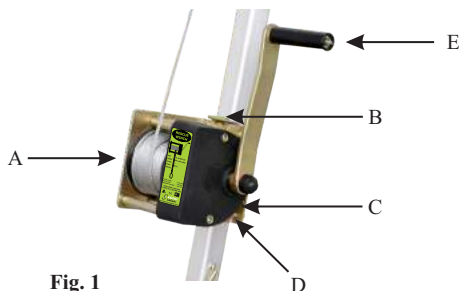

Fig. 1
- 1- Posizionare il verricello A sulla piastra B (Fig. 1)